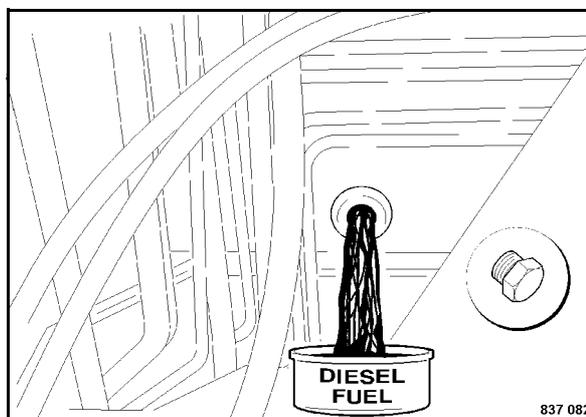

Fig. 184
- Svitare il tappo a vite (Fig. 184) e scaricare ca. 5 litri di carburante.